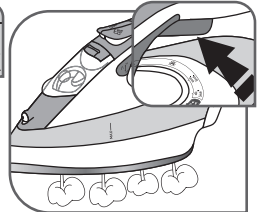

Fig.10
- Drücken Sie dauerhaft (mindestens 5 Sek.) auf den Dampfschalter unter dem Griff, um kontinuierlichen Dampfstoß zu erhalten und die bestmöglichen Ergebnisse zu erreichen – fig.10. Wenn Sie den Dampfschalter loslassen, endet der Dampf.